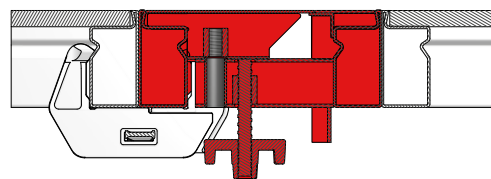

Fig. 39.3 Étape 1
1. Après le bétonnage, déposer les serrures de coffrage M de la partie 2 du panneau de décoffrage (Fig. 39.3).